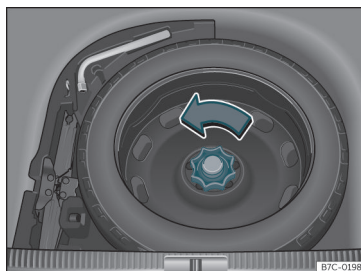

Fig. 227 En el maletero: piso de carga alzado.
- Gire la ruedecilla en sentido contrario a las agujas del reloj »» **fig. 227**.